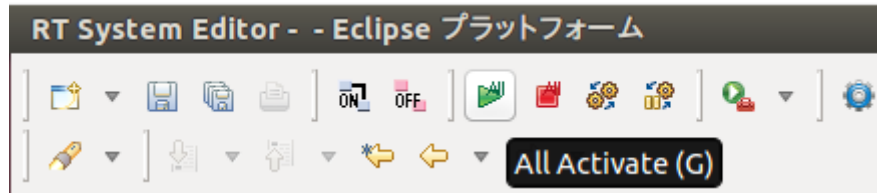

図 23 Activate
- ④以上のことが確認できたら `Activate` で実行する（図 23）．このとき，